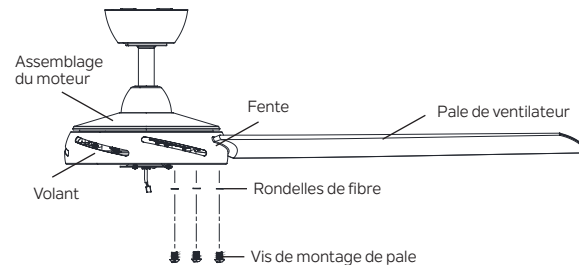

Fig. 15
Étape 1. Insérez la pale du ventilateur dans une fente du volant d'inertie. (Fig. 15)
Étape 2. Répétez l'opération pour les autres pales du ventilateur. (Fig. 15)